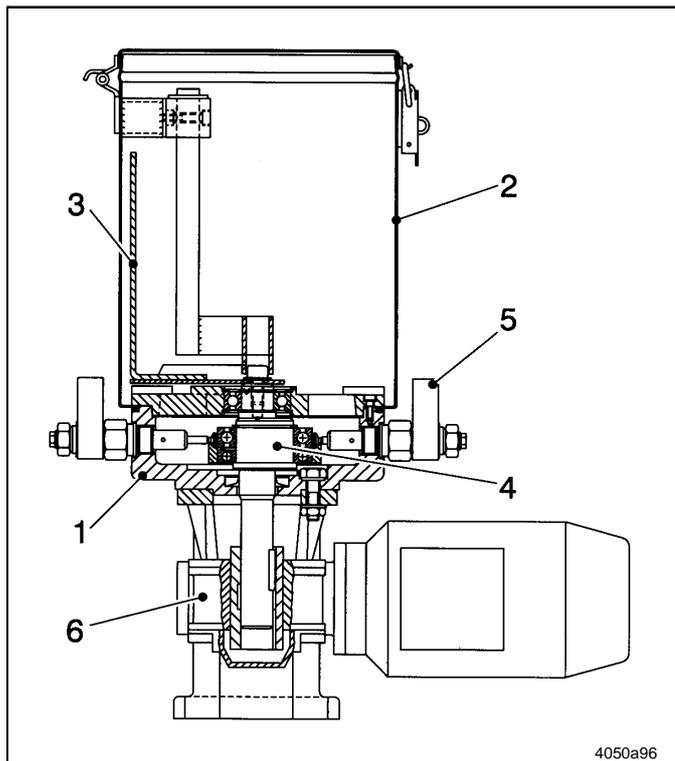

Abb. 2 Schnittzeichnung der Pumpe 215
- Die Pumpe besteht im wesentlichen aus den in Abb. 2 gezeigten Hauptteilen.
- Das Schneckengetriebe (6, Abb. 2) reduziert die Drehzahl des Antriebsmotors auf die Drehzahl der Exzenterwelle.
- Die Exzenterwelle (4) bringt den Kolben im Pumpenelement (5) in eine hin- und hergehende Bewegung, wodurch der Schmierstoff angesaugt und über ein Rückschlagventil zum Auslass gefördert wird.
- Die Exzenterwelle treibt gleichzeitig auch den Rührflügel (3) an. Die Drehbewegung des Rührflügels homogenisiert den Schmierstoff und führt ihn den Ansaugbohrungen des Pumpenelements zu.